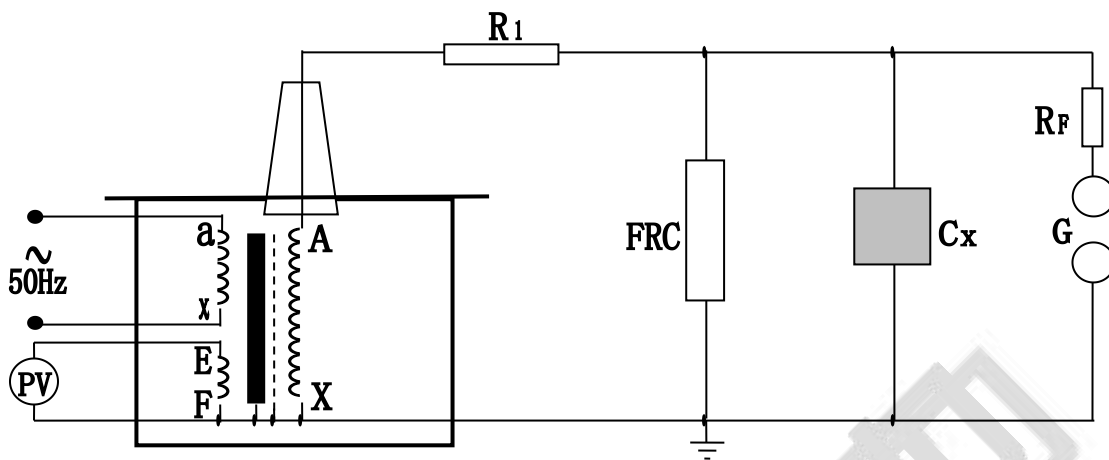

图 6：被试品工频耐压试验接线图
5、YDJZ 工频耐压试验装置做被试品的工频耐压试验使用接线原理图见图 6。
在工频耐压试验中，低电压侧测量电压(仪表电压)不是非常准确的，其原因是由于工频耐压试验装置存在着漏抗，在这个漏抗上必然存在着压降或容升，使试品上的电压低于或高于低压侧测量电压表上反映出来的电压。工频耐压试验时，被试品上的电压高于工频耐压试验装置的输出电压，也就是所谓容升现象。感应耐压试验时，工频耐压试验装置的漏抗必然存在着压降。为了准确测量被试品上所施加的电压，因此常在高压侧接入 FRC 阻容分压器来测量电压(见图 6)。